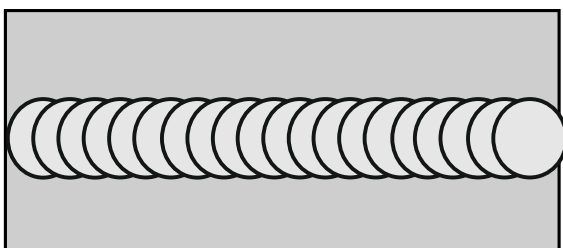

Bild 80
- Frekvens under 0,0 – bred svets och stort avstånd mellan räfflorna, låg hastighet. I bild 80 visas en svets vid frekvensen "-10".